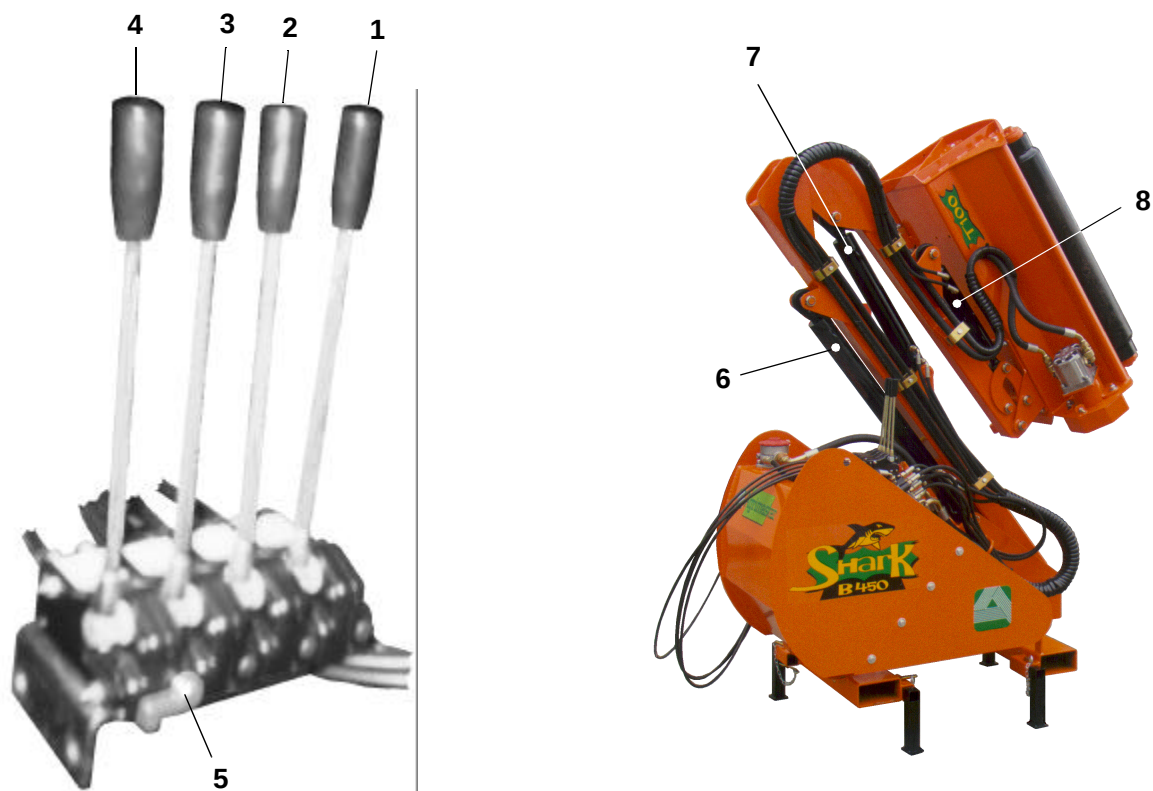

Fig. 6-3 Leve di comando - Control levers
6.2 Leve di comando a cavi teleflessibili (Fig. 6-3)
6.2 Flexible cables control levers (Fig. 6-3)